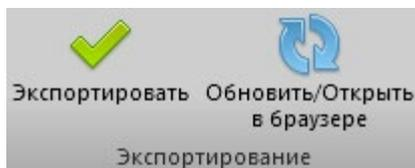

Рисунок 22
6. Когда все требуемые настройки выставлены, нажмите кнопку «Экспортировать» для масштабирования фотографий и сборки скрипта (рис. 22).